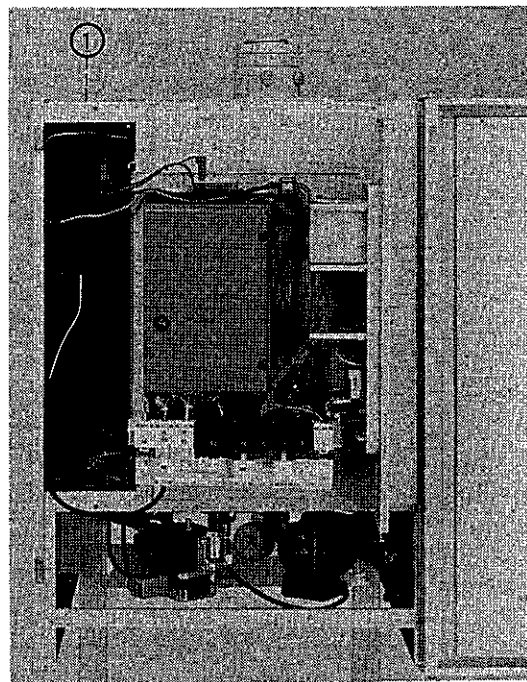
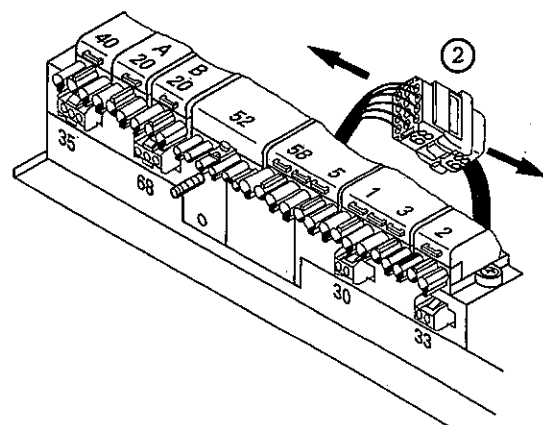

Abb. 34
Abb. 35
2. Schrauben im Frontblech der Viessmann Miromatik-MC lösen, Viessmann Miromatik-MC herausziehen und in Servicestellung an den dafür vorgesehenen Bolzen einhängen (Abb. 34).
3. Leitung mit beiden Steckverbindern [68] vom bereits montierten Steckadapter Flüssiggas durch die Leitungseinführung ① zur Regelung führen.
4. Die hinter der Steckerleiste der Regelung liegende Steckverbindung [68] ② (12-polig, Abb. 35) vorsichtig herausnehmen; mit einem geeigneten Werkzeug öffnen und Steckverbindung auseinanderziehen.